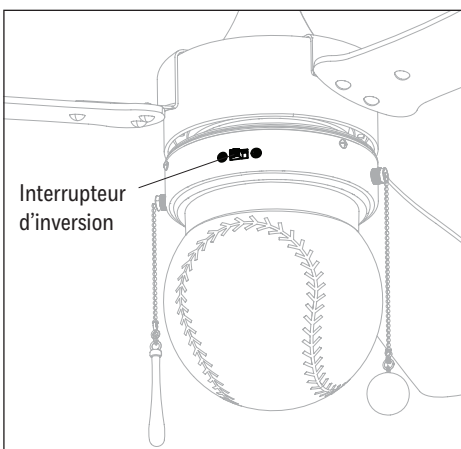

Figure 6.1
- Un ventilateur de plafond permet de modifier le réglage de votre thermostat à la hausse en été et à la baisse en hiver, et ce, sans nuire à votre confort. **Lorsque les températures sont chaudes**, réglez vous pouvez régler l'interrupteur d'inversion vers la gauche pour orienter le débit d'air vers le bas et ainsi obtenir l'effet d'un vent rafraîchissant. **Lorsque les températures sont plus froides**, vous pouvez régler l'interrupteur d'inversion vers la droite pour orienter le débit d'air vers le haut et ainsi déplacer l'air chaud qui stagne au plafond. **Important :** Attendez que le ventilateur s'arrête avant de déplacer l'interrupteur d'inversion. L'interrupteur d'inversion doit être réglé complètement vers a droite ou complètement vers la gauche pour que le ventilateur fonctionne. Si vous réglez l'interrupteur d'inversion au centre, le ventilateur ne fonctionnera pas (Figure 6.1).